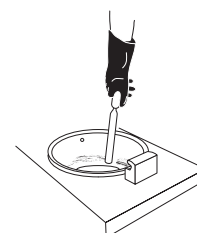

Рисунок 15
9. **Очистка после каждого цикла:** очистите корку пригоревшего масла от чаши с помощью лопатки (прилагается) (рисунок 15). Очистите спирали нагревателя на передней и задней стороне белой тефлоновой щеткой (прилагается). Вытрите излишки влаги с крышки фритюрницы сухим полотенцем.
2. **Очистите нагар** от чаши с помощью лопатки и почистите спирали нагревателя (рисунок 15).